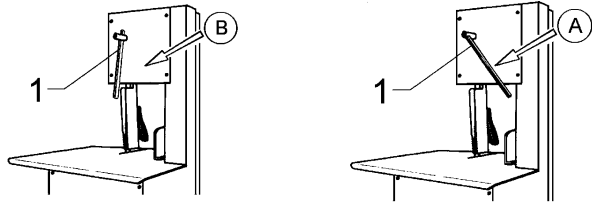

Fig. 7.6.1
### 7.6.1 - Regulación de la tensión de la hoja (Fig. 7.6.1)
Colocando la palanca "A" (Fig. 7.6.1) la hoja está tensionada.
- Tensar la hoja girando la palanca hasta llevarla a la posición "A" (Fig. 7.6.1).